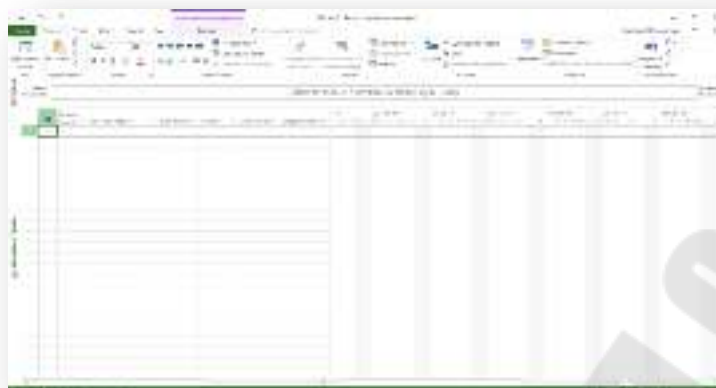

Рис. 2.4. Окно программы MS Project 2016
1. Запустить *MS Project*. Появляется основное окно программы (рисунок 2.4).